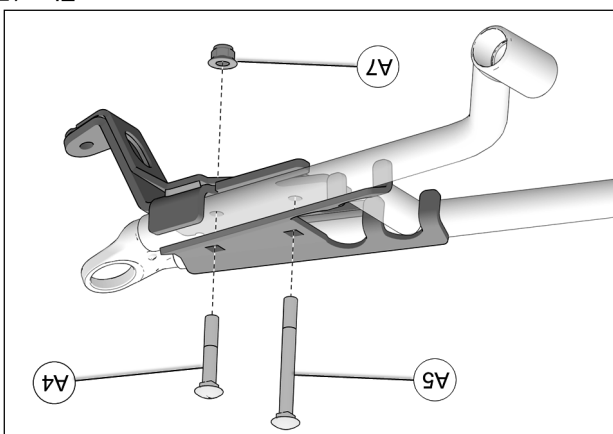

Fig. 17
5. Insérer les boulons de carrosserie M10x60mm (A4) et M10x100mm (A5) par le dessus de l'ancrage et assembler les deux parties avec l'écrou (A7) fourni. Serrer l'assemblage à un couple de 50 N•m [37 lb•p]. Voir la Fig. 17